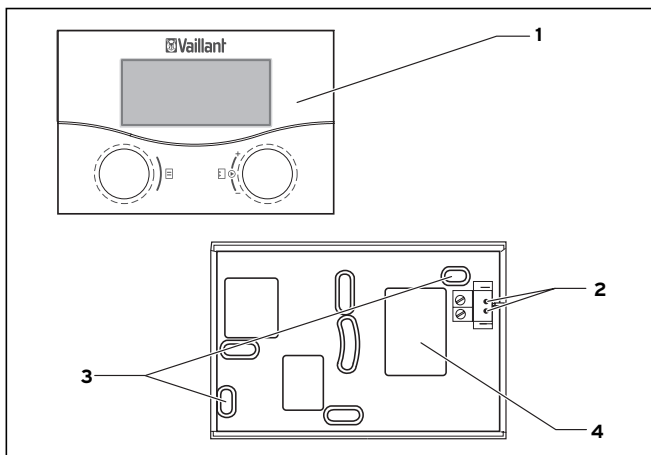

Fig. 3.2 Montering som fjernbetjeningsenhed
- Bor to fastgørelseshuller (3) med en diameter på 6 mm som vist på fig. 3.2), og sæt de vedlagte plugs i.
- Før tilslutningskablet gennem kabelgennemføringen (4).